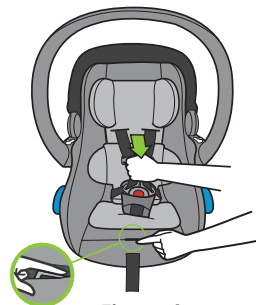

Figure 4
- Tout en appuyant vers le bas sur la languette de réglage du harnais, tirez vers l'extérieur sur les sangles du harnais pour desserrer le harnais, tel qu'illustré dans la **Figure 4**. La languette de réglage du harnais est accessible via la fente cousue dans le tissu entre la sangle de réglage du harnais et la sangle d'entrejambe.